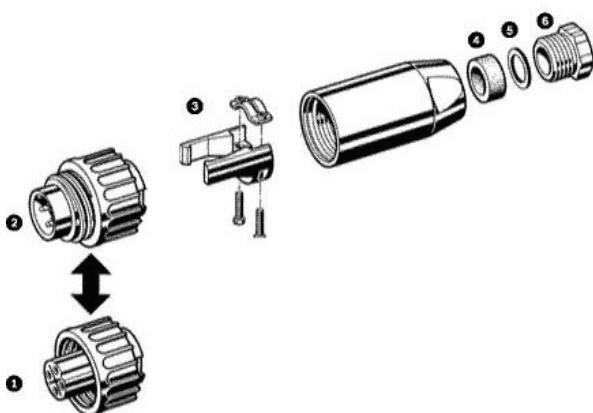

Figura 6.1 Ensamblaje del conector de 4 patillas correspondiente
(Consulte la *Figura 6.1*)
4. Conecte el cable de entrada de corriente a los terminales atornillados en el conector correspondiente. Consulte la *Figura 6.1* y la *Tabla 6.1*.